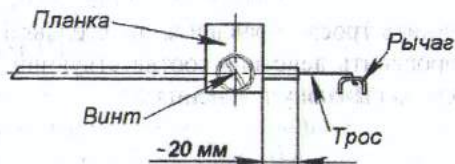

Рис.6. Схемы крепления троса газа.
4. Присоединить троса управления дроссельной заслонкой (троса газа) (рис.6) и проверить действия соответствующих исполнительных органов нажатием на рычаги управления.